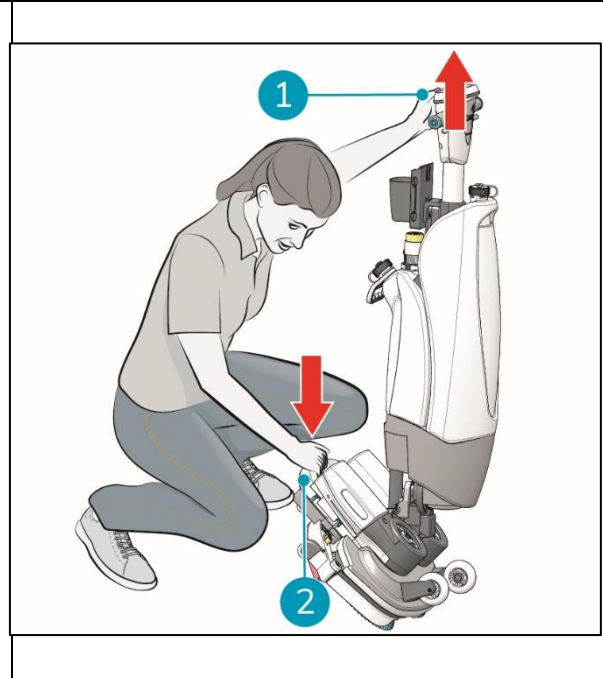

Figura 21
1. Agáchese mientras sujeta firmemente la plataforma de fregado con una mano (Figura 21, pos. 2).
2. Empuje la empuñadura hacia delante con la otra mano (Figura 21, pos. 1).